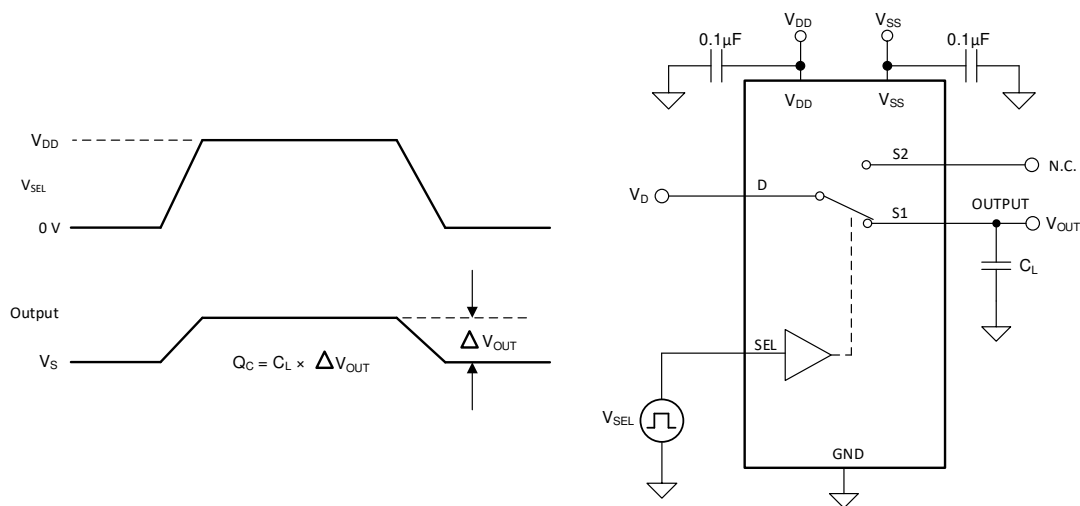

图 6-6. 电荷注入测量设置
TMUX1219-Q1 具有传输门拓扑。NMOS 和 PMOS 晶体管之间电容的任何不匹配都会导致在栅极信号的下降沿或上升沿期间向漏极或源极注入电荷。注入器件源极或漏极的电荷量称为电荷注入，用符号 Q_C 表示。图 6-6 展示了用于测量从漏极 (D) 到源极 (Sx) 的电荷注入的设置。